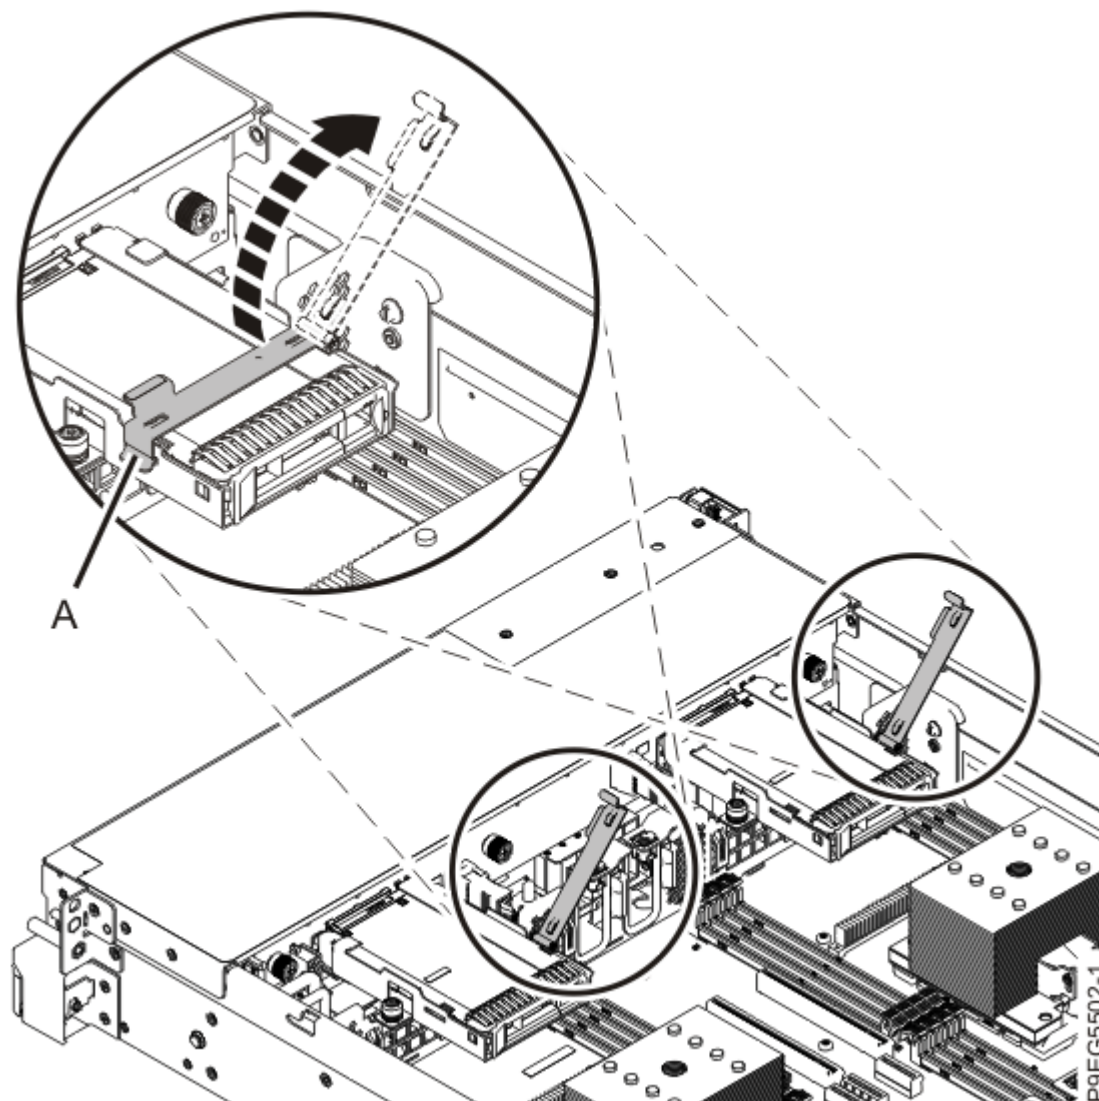

Figura 6. Abrindo o suporte da unidade
a) Abra o suporte da unidade (**A**) conforme mostrado na Figura 6 na página 8.